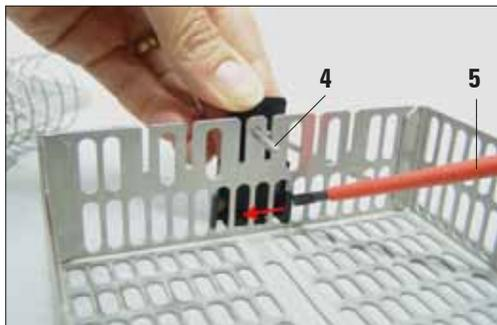

Abb. 11
- Der Bügel (4) des Probenkorbes kann nach der Montage des Klipps nicht entfernt werden, da dieser ansonsten verbogen wird.
- Geeignetes Werkzeug (Schraubendreher 5, Abb. 11) von innen ansetzen und den Klipp aushebeln.